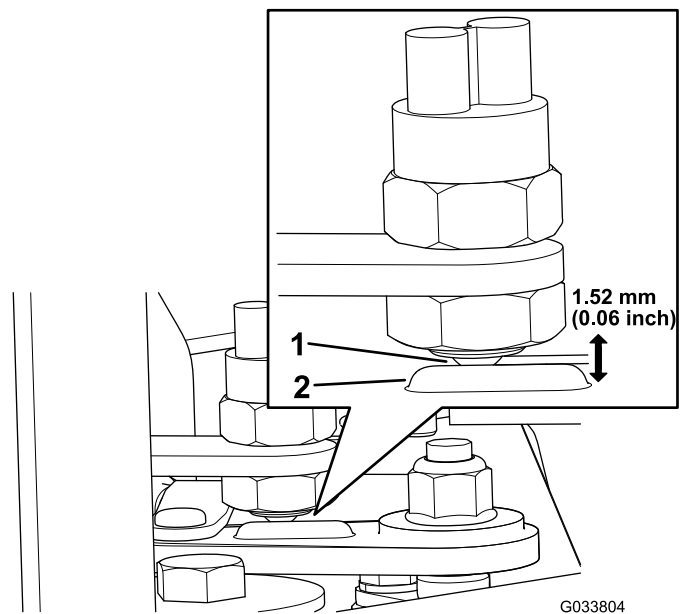

Figura 5
4. Asegúrese de que el interruptor de bola está frente al montículo de la palanca de cambios (Figura 5).
5. Ajuste la profundidad del interruptor de bola a una distancia de 1,52 mm entre el montículo de la palanca de cambios y la cara del interruptor de bola (Figura 5).